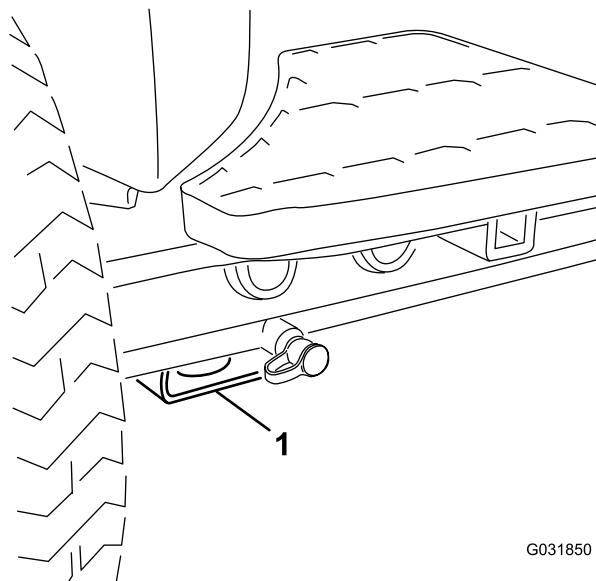

図 37
- ・ 前各前輪の内側、アクスルチューブの下にある四角いパッド (図 37)